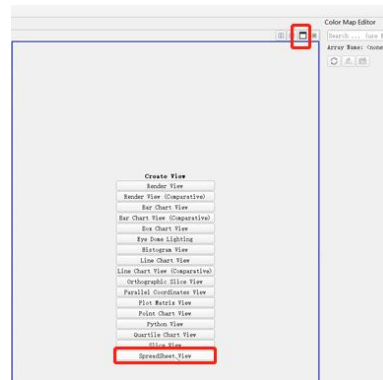

图1
4.10.3.2. paraview导出csv等其他格式的文件（如右图1）：